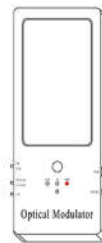

图3
3. L/R是多功能按键,此键轻按一下切换3D左右眼信号;快速连接三下,切换主机的2D位置相对方向.在有字的一面面向您,同时3D指示灭(2D状态),如果当前为2D状态时,LCD在主机的上方(图3),连接三下后,LCD会转向在主机的下方(图4).每连接三下,就上下反向一次,以此来改变2D状态下的位置,方便现场灵活安装.